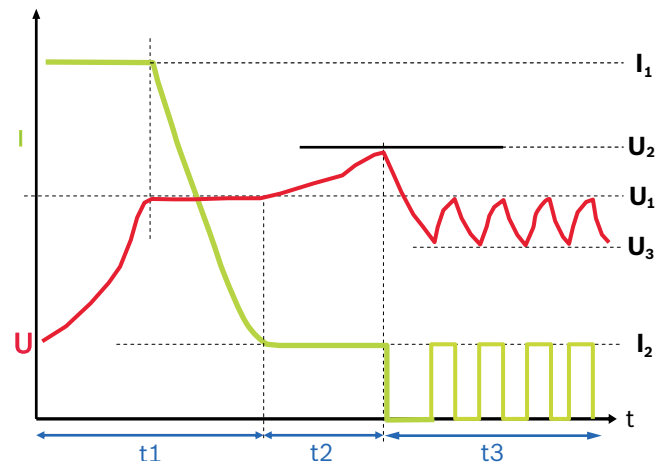

Fig. 3: Curva caratteristica di carica
- 1 Avanzamento della carica (vedere curva caratteristica di carica fig. 3)